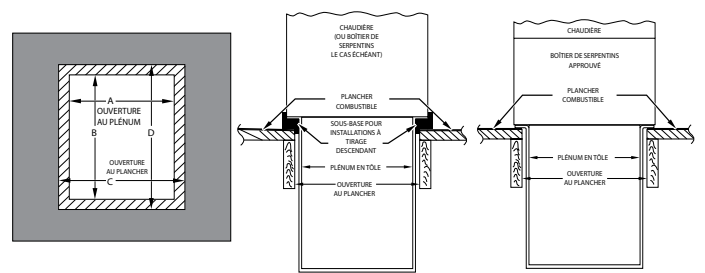

Fig. 25 – Installation sur revêtement de plancher combustible
2. Percez un trou dans le plancher conformément au Tableau 6 et à la Fig. 25.
3. Construisez un plénum selon les dimensions spécifiées au Tableau 6 et à la Fig. 25.
4. Si une sous-base à tirage descendant est utilisée, installez-la tel qu'illustré. Si le serpentin d'évaporateur à caisson ou le caisson de serpentin d'évaporateur du fabricant est utilisé, installez-le comme illustré à la Fig. 25.